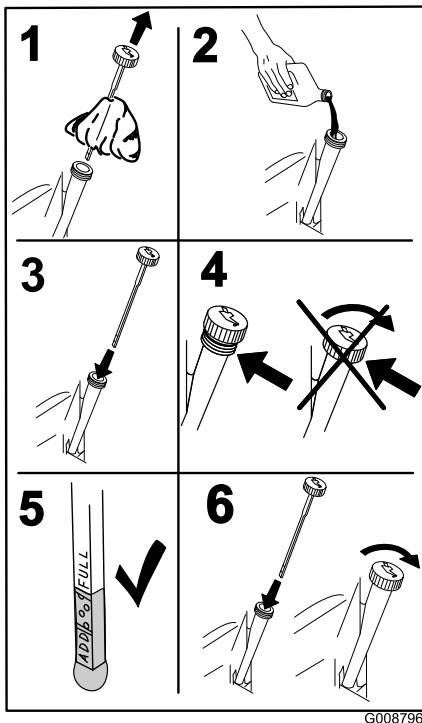

Figure 32
4. Versez lentement environ 80% de l'huile spécifiée dans le tube de remplissage puis faites l'appoint lentement jusqu'à ce que le niveau atteigne le repère du plein (**Full**) (Figure 32).